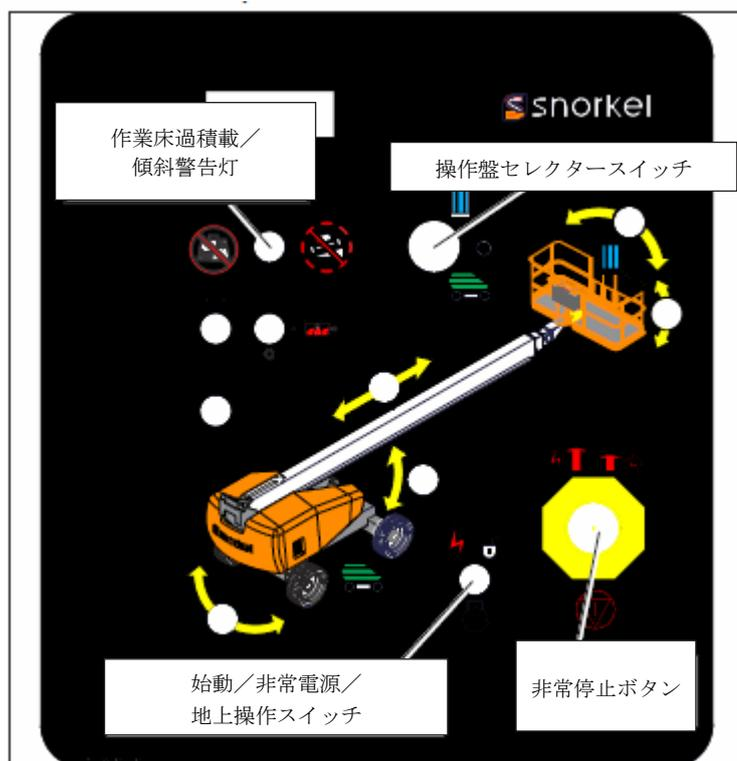

図 8.1 - 下部操作盤
1. 非常停止ボタン（図 8.1 を参照）を外側に引き出し、操作盤セクタースイッチを下部操作盤の位置にします。
2. 始動スイッチ（図 8.1 を参照）の機能は、自動車のイグニションスイッチと似ています。